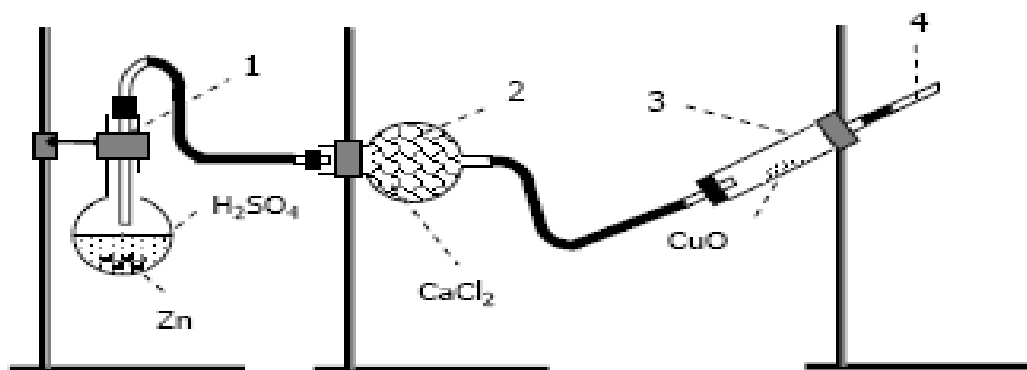

Рис.2. Установка для восстановления оксида меди(II).
А. Получение водорода. Собрать установку, представленную на рис. 2. Предварительно заполнить хлоркальцевую трубку (2) гранулированным хлоридом кальция (зачем?), в трубку (3) поместить (с помощью длинного бумажного «ковшика») 0,1 г оксида меди(II), а в отверстие выходной трубки (4) вставить тонкую медную проволоку.